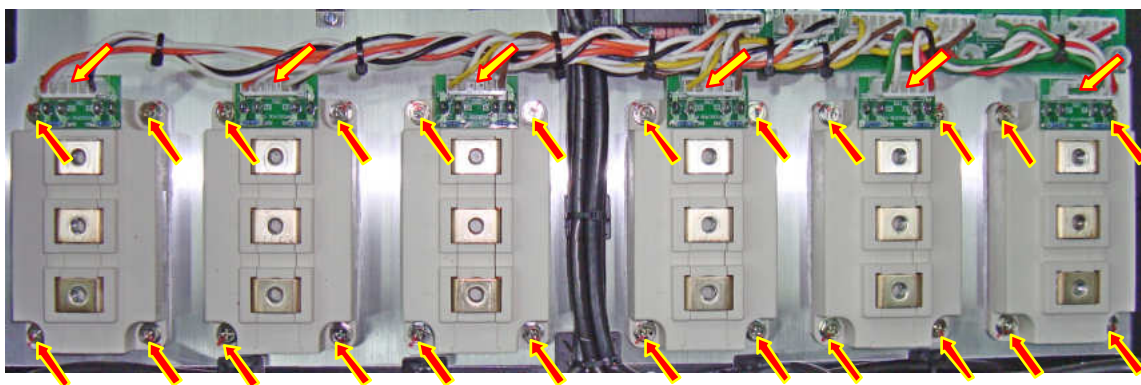

Рис. 6.32.
6.18.1. Отсоединить от выходных модулей IGBT разъемы жгутов управления (рис. 6.32, желтые стрелки) и выкрутить 24 винта крепления модулей IGBT к радиатору (рис. 6.32, красные стрелки). Винты положить в тару. Демонтировать модули IGBT и положить их в тару.